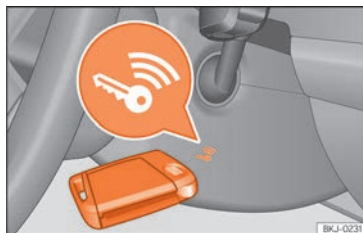

Fig. 84 A la dreta de la columna de direcció: arrencada d'emergència.
- Inmediatament després de prémer el polsador d'arrencada, mantingueu la clau al costat del garniment dret de la columna de direcció >>> **fig. 84**, al més a prop possible del logotip *Kessy*.